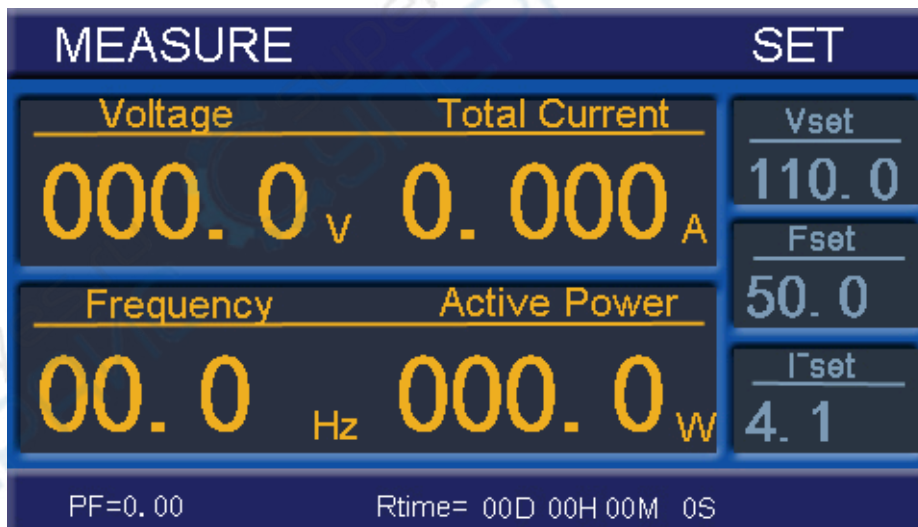

图 4 电源设置状态
5.1.2.1 按 **Vset** 键，进入电压设置状态（如图 4 所示），通过 ▲ 键、▼ 键或者飞梭旋钮，对电压参数值进行设置。参数设置完毕后按 **STOP** 键可返回待机状态。